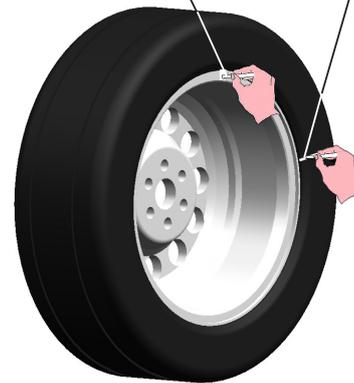

Fig. 58
- Cancelar las señales de referencias realizadas anteriormente. Realizar nuevas señales, como se indica a continuación, en NEUMÁTICO y LLANTA (ver Fig. 58).